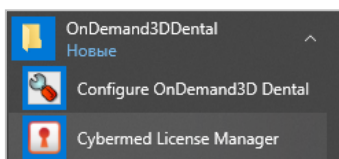

Рис. 4. Доступ к Cybermed License Manager (Диспетчер лицензий Cybermed)
2. Перейдите в меню «Пуск» -> OnDemand3DDental -> Cybermed License Manager (Диспетчер лицензий Cybermed), как показано на рис. 4.